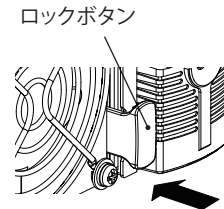

図4
5. ロックボタンをカチッと音がするまで押し、スライドを固定してください。(図 4)